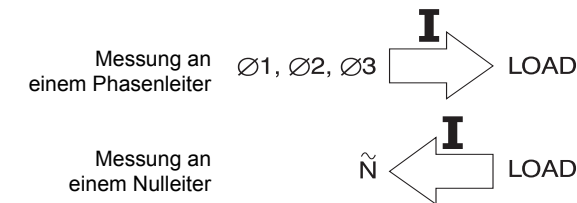

Abbildung 6. Ausrichtung des flexiblen Meßfühlers
5. Stellen Sie sicher, daß der Pfeil am Kupplungsteil des Meßfühlers in die richtige Richtung zeigt, um eine korrekte Phasenanzeige am Oszilloskop zu gewährleisten (siehe Abbildung 6).